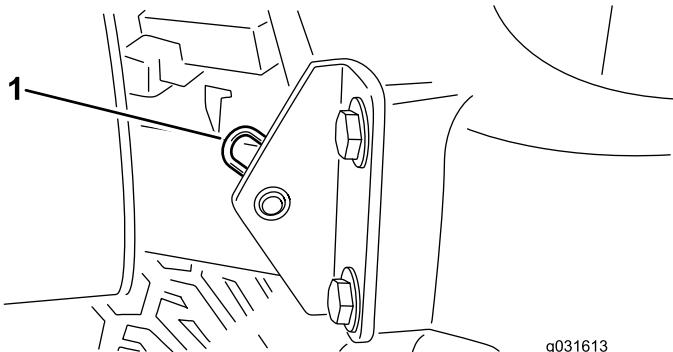

Figura 35
- Togliete la coppia che fissa il perno del cofano alle staffe di montaggio (Figura 35).